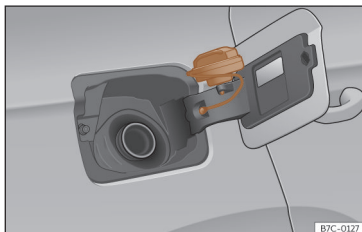

Fig. 190 Tapa del depósito con el tapón encajado.
- Colóquelo en el espacio que hay en la bisagra de la tapa abierta»» **fig. 190**.